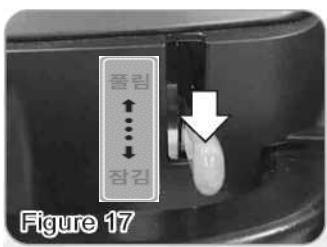

Figure 17
- 레버가 주행(잠김) 위치에 있으면 스쿠터를 주행 할 수 있습니다. 정상 위치는 잠김입니다.(Figure 17)